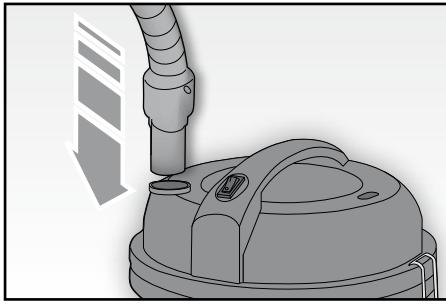

Fig. 4
- Inserire l'estremità del tubo flessibile (Q) nell'apposito attacco (C) sul coperchio dell'apparecchio e bloccarla premendola fino a sentire uno scatto (FIG. 4). Per rimuovere il tubo, è necessario premere il pulsante posto sulla propria estremità ed estrarlo.